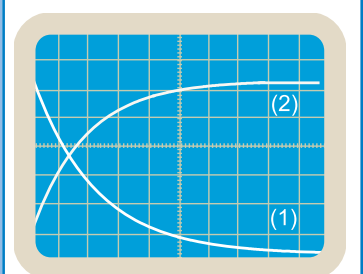

Fig.20 : Chronogrammes de U_C et de u_R
On obtient les oscillogrammes (1) et (2) de la figure 20.
Dans la figure 20, montrer que l'oscillogramme (1) représente la tension u_{DA} aux bornes du résistor et que l'oscillogramme (2) représente la tension u_{AB} aux bornes du condensateur.